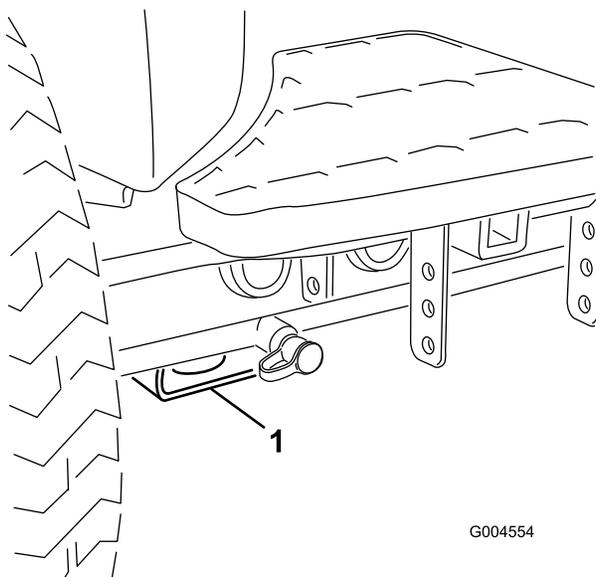

Figura 45
- Dianteira – pastilha rectangular, por baixo do tubo do eixo, dentro de cada pneu dianteiro (Figura 45).